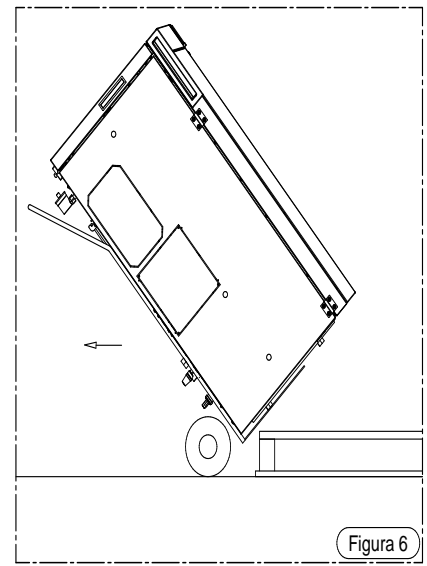

Figura 6
- Procedere poi al posizionamento dell'apparecchio (vedi Figura 6).